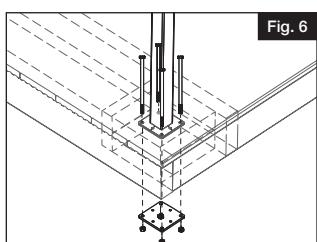

Fig. 6
- Insérer les boulons à travers les trous de la plaque de poteau, et fixer la plaque de base séparée depuis le dessous de la terrasse (Fig. 6).